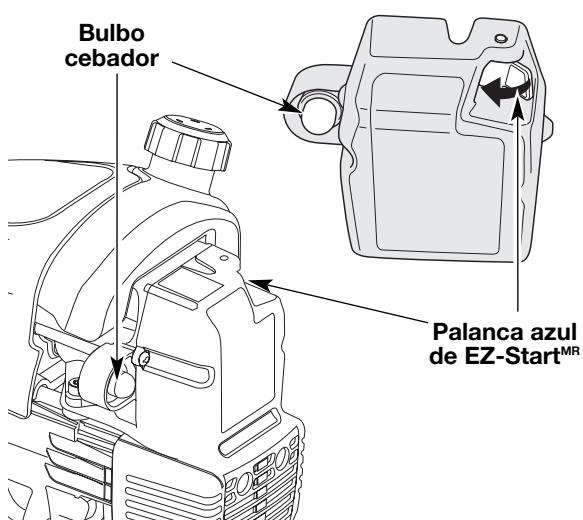

Fig. 7
3. Oprima completamente el cebador y suéltelo 10 veces. Hágalo lentamente. Se deberá ver un poco de **combustible en el cebador** y en las tuberías de alimentación de combustible (Fig. 7). Si no puede ver el combustible en el cebador, oprímalos y suéltelos tantas veces como sea necesario hasta que vea combustible en el mismo.
4. **Empuje la palanca azul de EZ-Start™ hacia la primera bombilla** hasta que haga un clic y quede trabada en su lugar (Fig. 7).